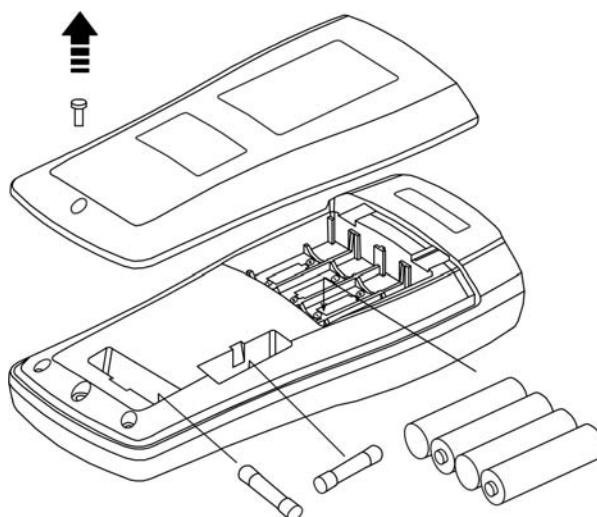

Fig. 11: Sustitución pilas y fusibles internos
3. Retire las pilas e inserte otras del mismo tipo (vea § 6.1.3) observando la correcta polaridad y vuelva a insertar la tapa de las pilas (vea Fig. 11). Utilice los contenedores indicados para el reciclaje de las pilas